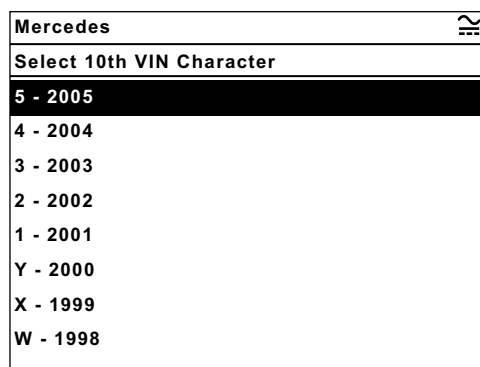

Figura 5-3 Ejemplo de pantalla de identificación del vehículo
Comienza el proceso de identificación (ID) del vehículo (Figura 5-3).